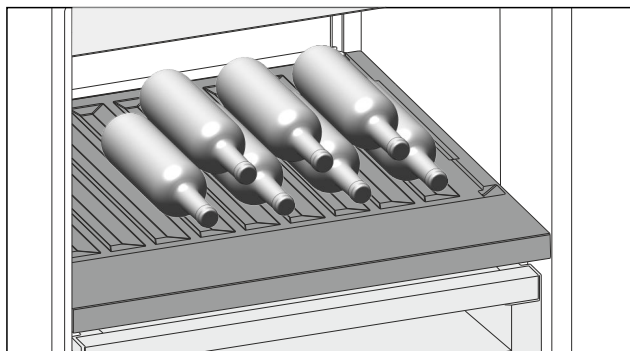

Fig. 124
- Indlæg flasker med bunden først, ind mod bagvæggen. (se Fig. 124)